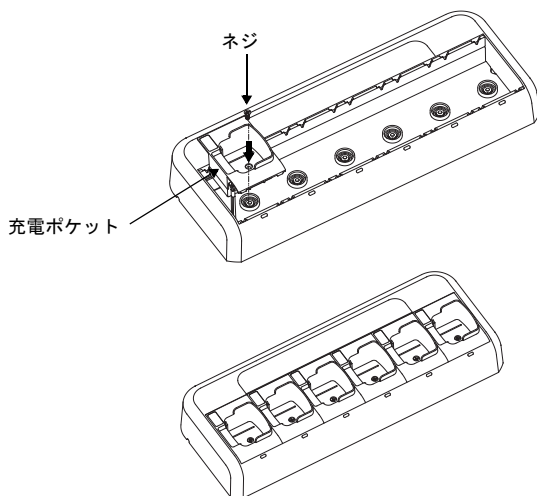

図 2: 充電ポケットの取り外し
3. コネクタをまっすぐ上に引っ張ってポケットハーネスを外します (図 2 を参照してください)。